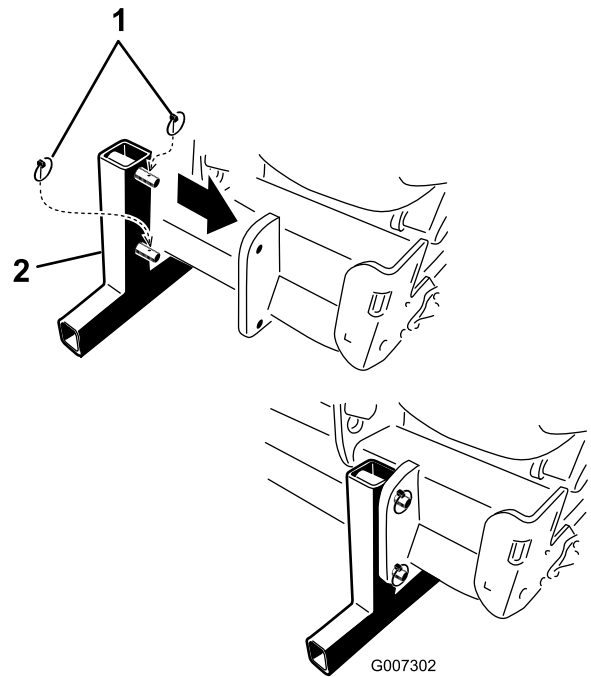

Figure 44
5. Installez les supports de rangement et fixez-les à l'aérateur avec les goupilles à anneau (Figure 44).